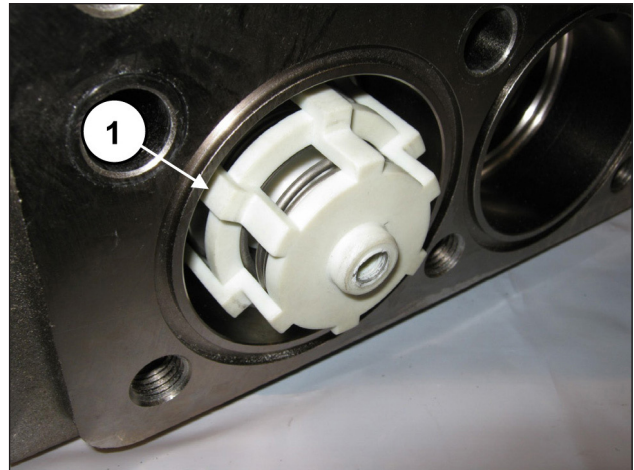

Abb. 150
Die komplette Ventilgruppe muss bündig eingesetzt sein und so erscheinen wie in Pos. ①, Abb. 150.